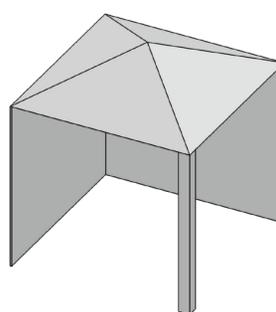
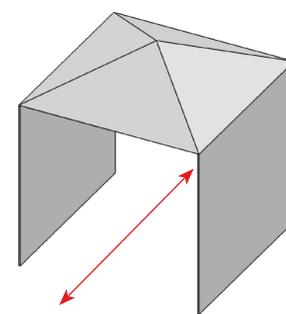

Fig. 2
Fig. 3
- » Les murs latéraux peuvent être parallèles, comme dans un passage couvert, ou à angle droit l'un par rapport à l'autre. (Fig. 2 & Fig. 3)